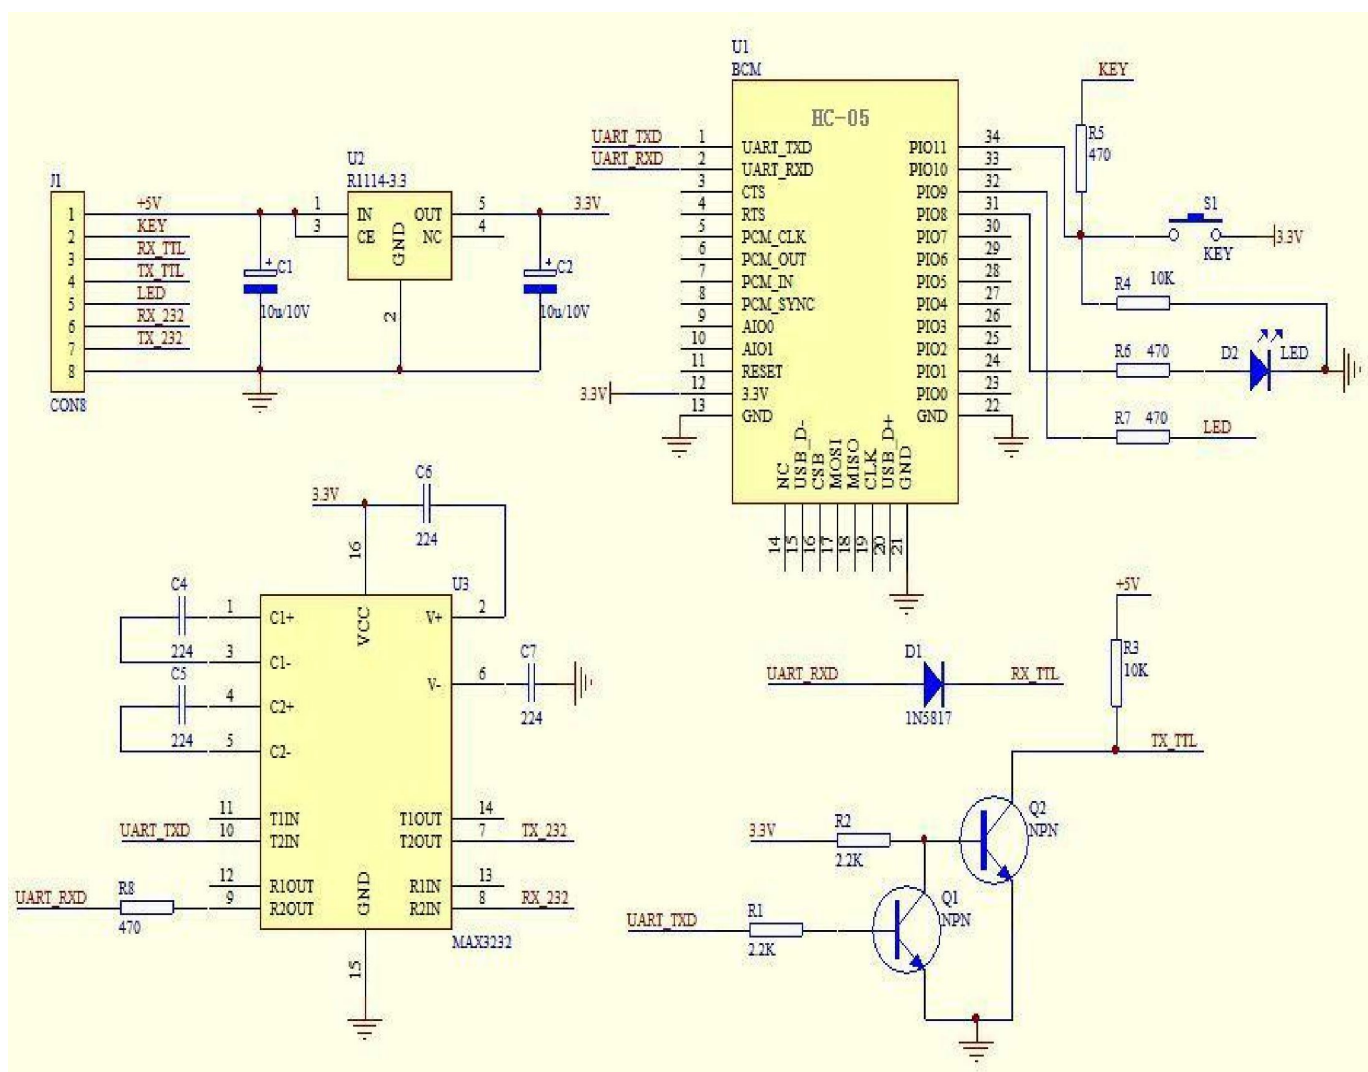

图 8
3、模块与 5V 串口系统或者电脑的串口的典型接法，如图 8 所示